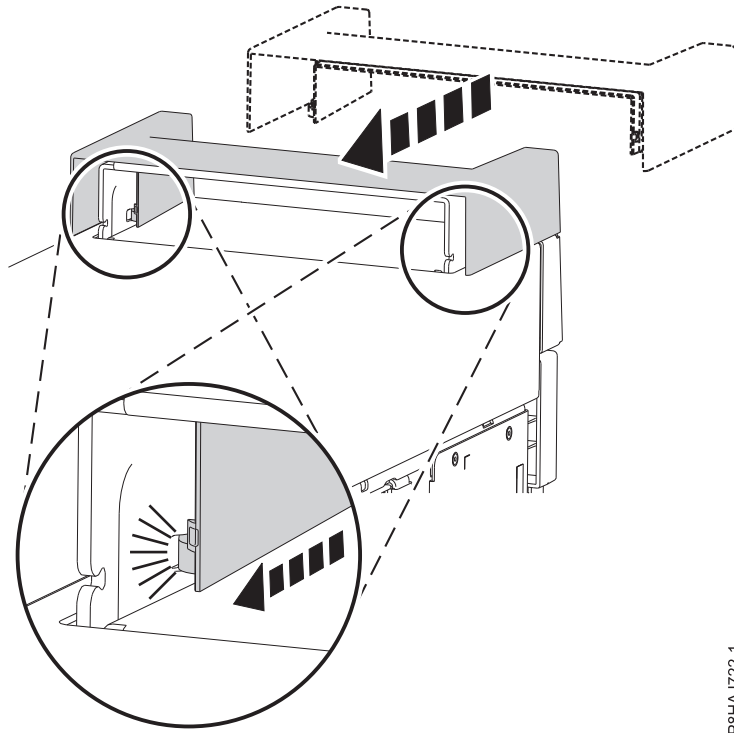

図 23. 8286-41A スタンドアロン・システムへのハンドル・カバーの固定
1. ハンドル・カバーを、システムの後部方向へスライドさせて内部 RDX ドッキング・ステーション (FC EUA3) に固定します。図 23 を参照してください。